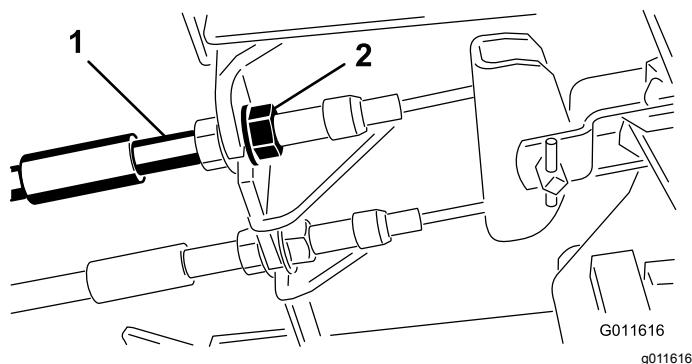

Figura 95
1. Para reducir la holgura de los pedales de freno, apriete los frenos aflojando la tuerca delantera del extremo roscado del cable de freno (Figura 95).